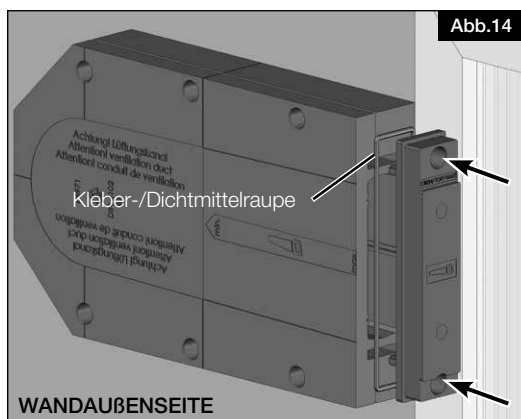

Abb.14
8. Dünne Kleber-/Dichtmittelraupe auf den Putzrahmen aufbringen (s. Abb.14).
9. Putzrahmen auf den Laibungskanal aufstecken (Ausrichtung OBEN beachten!) und mit den beigelegten Dämmstoffdübeln anschrauben (s. Abb.14 und Abb.15).